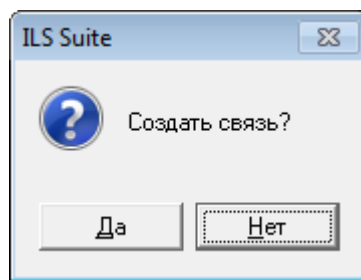

Рис. 27-19 – Диалоговое окно
4) В появившемся диалоговом окне нажать кнопку «Да» для подтверждения создания связи или «Нет» – для отмены создания связи между объектами (рис. 27-19).